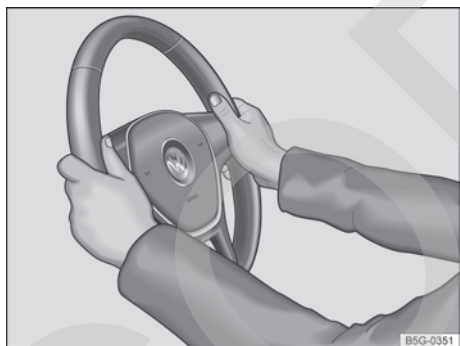

Fig. 61 En el volante: posición 9 y 3 horas.
- Ajustar la posición del volante de forma que pueda sostenerlo lateralmente por el borde exterior *posición equivalente a las 9 y a las 3 horas* → fig. 61 con ambas manos y los brazos levemente doblados.
- Presionar la palanca ① siempre firmemente hacia arriba después del ajuste para que el volante no cambie su posición mientras conduce.
- Durante la conducción, siempre sujete el volante con ambas manos, de forma lateral, por el borde exterior (*posición equivalente a las 9 y a las 3 horas*) → fig. 61 para reducir el peligro de sufrir lesiones causadas al dispararse el airbag frontal del conductor.